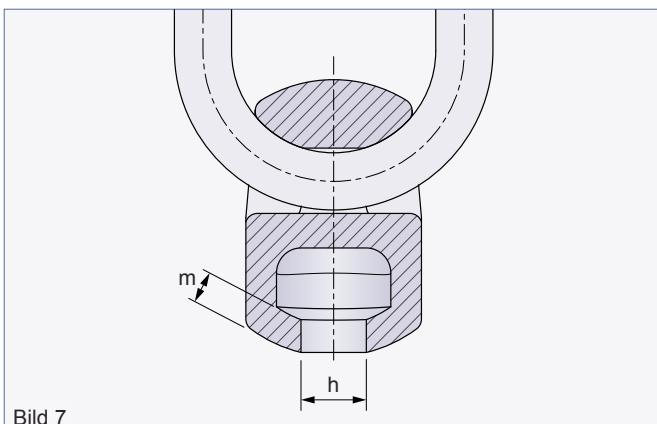

Bild 7
- Bei Über- bzw. Unterschreitung der zulässigen Verschleißmaße ist ebenfalls die Ablegereeife erreicht (siehe Tabelle 4 und Bild 7).
PHILIPP bietet zum schnellen und einfachen Prüfen der Verschleißmaße an einem Kugelkopf-Hebekopf eine Prüflehre an. Mit Hilfe dieser Prüflehre kann sowohl die Maulweite h_{\max} als auch die Lippendicke m_{\min} geprüft und somit u.a. eine Ablegereeife bestimmt werden (siehe Tabelle 4 und Bild 7).